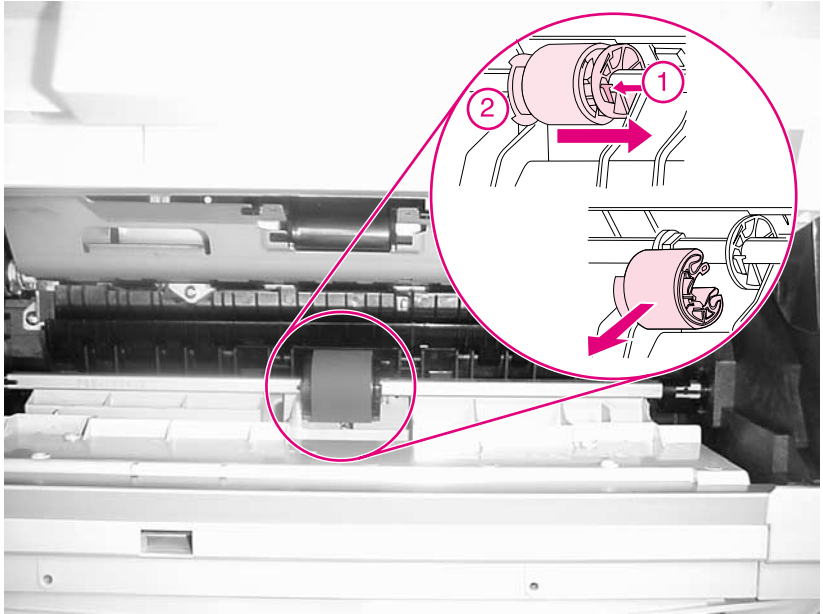

图 6 卸下纸盘 1 的拾纸轮
- 2 提起拾纸轮凸轮右侧的锁定片（图 6，编号 1），将凸轮滑到右侧。
- a. 调整拾纸轮的方向，使翼形夹（图 6，编号 2）位于左侧。